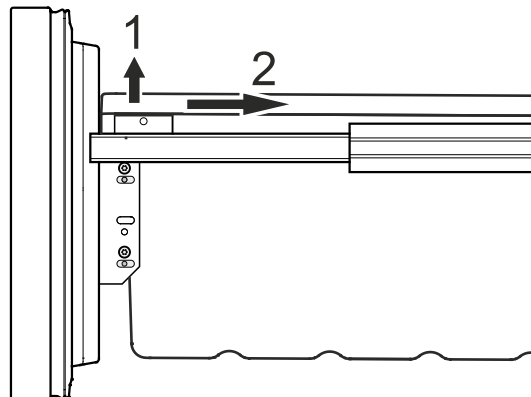

Figure 17
- Désenclipser les coins gauche et droit du récipient en le tirant vers le haut (1) - **Figure 17.**
- Pousser le récipient vers l'arrière (2) - **Figure 17.**